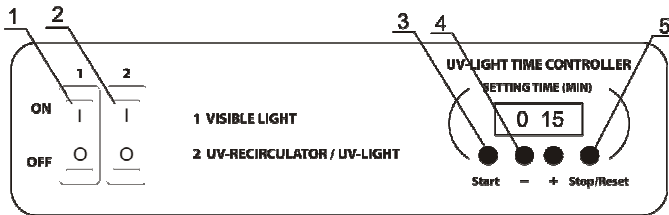

Abb. 1 Steuerung
- 4.2.1. Schalten Sie Schalter 2 auf **ON** (Abb. 1/2). Damit schaltet sich automatisch der UV-Rezirkulator mit der verborgenen UV-Lampe ein und wird die Zeitschaltuhr der offenen UV-Lampe aktiviert. Der UV-Rezirkulator läuft ununterbrochen, solange Schalter 2 auf ON (EIN) steht.
- 4.2.2. Benutzen Sie die Timertasten + und - (Abb. 1/4), um die direkte UV-Lichtexposition des Arbeitsplatzes (UV-LIGHT TIME CONTROLLER/UV-LICHTZEITSTEUERUNG) einzustellen.
- 4.2.3. Durch Drücken der **Start**-Taste (Abb. 1/3) wird die UV-Lampe automatisch eingeschaltet, und der Timer beginnt die Expositionszeit herunter zu zählen. Die Timeranzeige zeigt die tatsächliche Zeit an: bis 1 Stunde in Minuten und Sekunden (mm:ss), nach 1 Stunde in Stunden und Minuten (hh:mm).
- 4.2.4. Die offene UV-Lampe kann durch Drücken der Taste **Stop/Reset** (Stopp/Zurücksetzen) ausgeschaltet werden (Abb. 1/5). Die eingestellte Expositionszeit wird im Speicher festgehalten. Nach vollständigem Ausschalten des Geräts wird die eingestellte Zeit aus dem Speicher gelöscht.
- 4.3.1. Das Einschalten des **ON-(EIN-)**Schalters 1 (Abb. 1/1) zum Beleuchten des Arbeitsplatzes schaltet die Leuchtstofflampe (sichtbares Licht) ein.